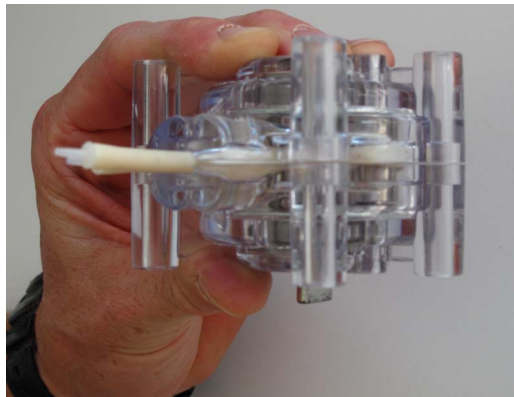

Abb. 5-22: Beide Schalen des Pumpenkopfs zusammendrücken
- 22** Richten Sie die beiden Schalen des Pumpenkopfs aus und drücken Sie sie dann zusammen. Siehe Abb. 5-22, 93.